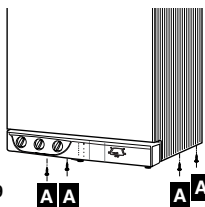

Fig. 9
- svitare le 4 viti **A** (fig. 9) di fissaggio della mantellatura